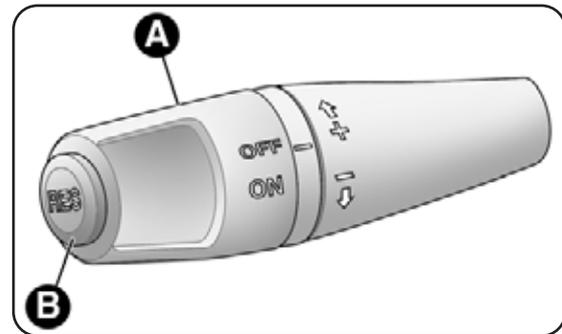

fig. 36
Rodar o aro A-fig. 36 para ON. O dispositivo não pode ser inserido em 1ª velocidade ou em marcha-atrás: é aconselhável inseri-lo com velocidades iguais ou superiores à 5ª.
- rodar o aro A-fig. 36 para ON e pressionar o acelerador até colocar o veículo à velocidade desejada;
- pressionar o botão B-fig. 36 (RES).
- rodar o aro A-fig. 36 para a posição OFF;
*Em caso de funcionamento defeituoso ou avaria do dispositivo, rodar o aro A-fig. 36 para OFF e dirigir-se aos Serviços Autorizados Alfa Romeo.*